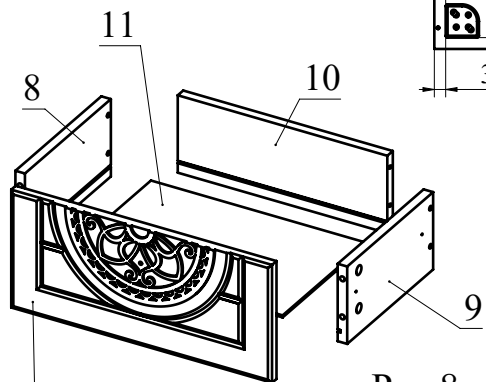

Рис.8
9. Соберите ящики. Для этого соедините детали 8 и 9 с деталью 10 при помощи конфирматов. Вставьте дно ящика 11 из ДВП в пазы деталей 8, 9, 10. Соедините фасад ящика с полученной конструкцией и затяните головки минификсов (Рис. 8).